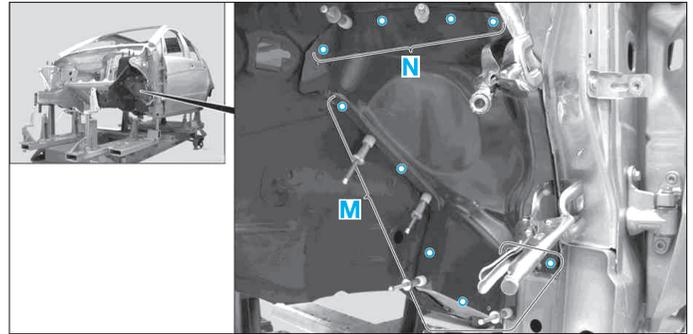

FIG. 29
- Percer des trous (Ø 6,5 mm) dans les zones (M) et (N) (Fig.29).